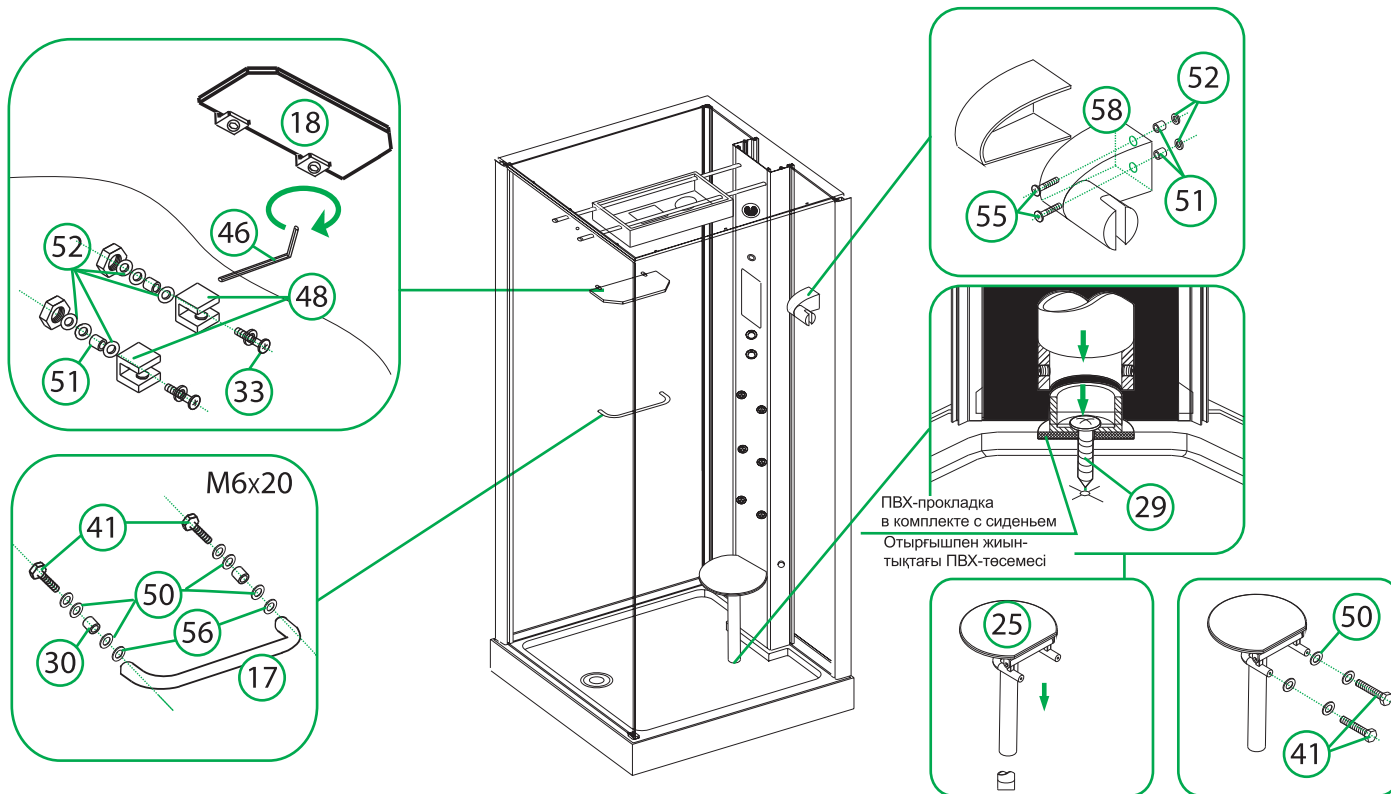

Рис. 11 / 11-сур.
9. Установите полку, душевой гарнитур, поручень и сиденье (рис. 11). Для крепления сидения к алюминиевой центральной панели необходимо открутить крепление парогенератора.